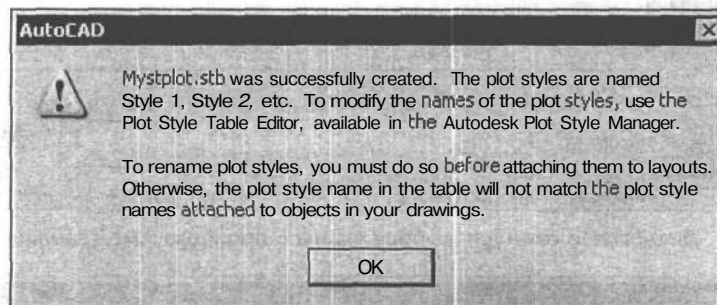

Рис. 19.6. Информационное окно с предупреждением о необходимости изменения имен стилей печати
4. Щелкните мышью на кнопке **Save** (Сохранить) для выхода из диалогового окна. Появится информационное окно (рис. 19.6), в котором сообщается, что до применения полученных стилей печати в рисунке их необходимо переименовать при помощи редактора стилей печати.